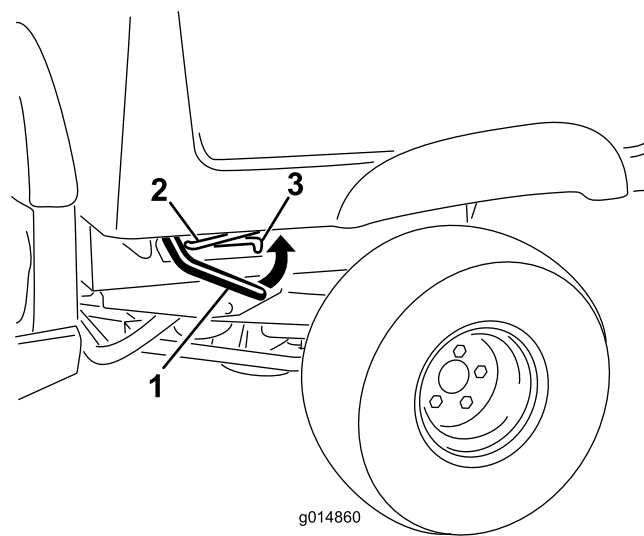

Bild 17
1. Heben Sie den Hebel an beiden Seiten der Ladepritsche an und heben Sie die Ladepritsche an (Bild 17).
2. Ziehen Sie die Stützstange in die Auskerbung, um die Staubox zu befestigen (Bild 17).